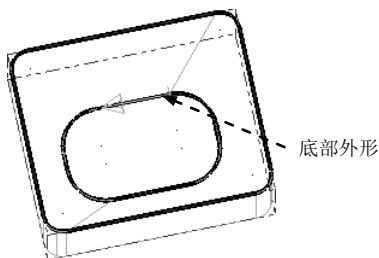
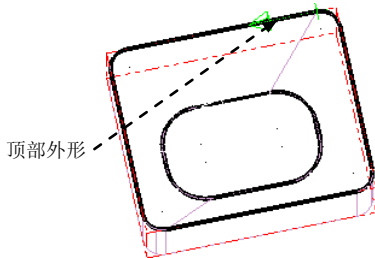

图 7.3.4 定义底部外形曲线
图 7.3.5 定义顶部外形曲线
Step2. 选取壁边曲线。在“多轴刀路-沿边”对话框中选择 **串连** 单选项，单击其后的  按钮，系统弹出“串连”对话框并提示“沿边 5 轴：定义底部外形”，在图形区中选取图 7.3.4 所示的曲线串；此时系统提示“沿边 5 轴：定义顶部外形”，在图形区中选取图 7.3.5 所示的曲线串；单击  按钮，系统返回至“多轴刀路-沿边”对话框。